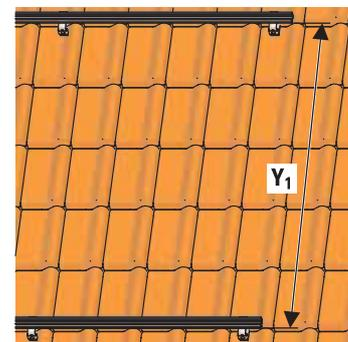

Figura 3-14 Montaggio delle guide profilate superiori (per la misura vedere Tab. 3-3)
16. Montare la guida profilata di montaggio superiore con una distanza pari alla misura Y_1 dalla guida inferiore (Figura 3-14) (sequenza di montaggio analoga a quella della guida profilata inferiore). Fare in modo che la guida profilata superiore, combinata con quella inferiore e la regolazione dell'altezza, formi una superficie parallela rispetto al supporto dei collettori piani.